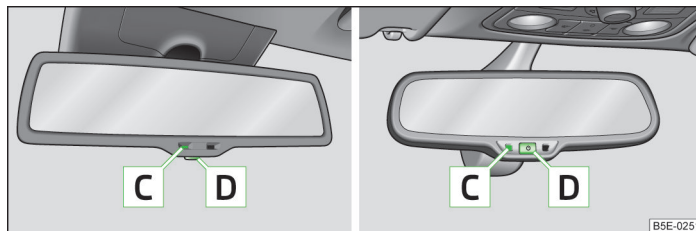

Fig. 44 Specchietto con posizione antiabbagliamento automatica
- Per **attivare** la posizione antiabbagliamento automatica, premere il tasto **D** » fig. 44.
- Per **disattivare** la posizione antiabbagliamento automatica, premere di nuovo il tasto **D** » fig. 44.